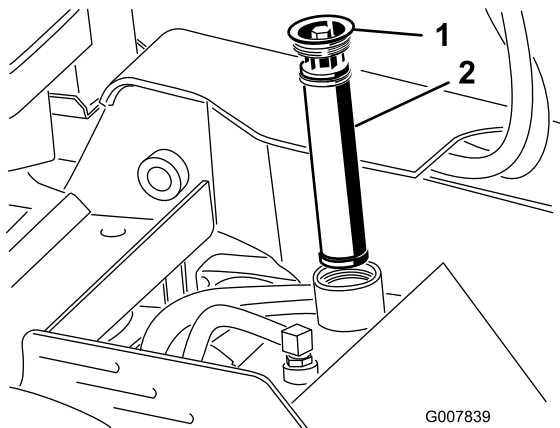

Figura 57
5. Pulite l'area intorno al collo del bocchettone del serbatoio idraulico e rimuovete il tappo ed il filtro dal collo del bocchettone usando una chiave a tubo (**Figura 57**).